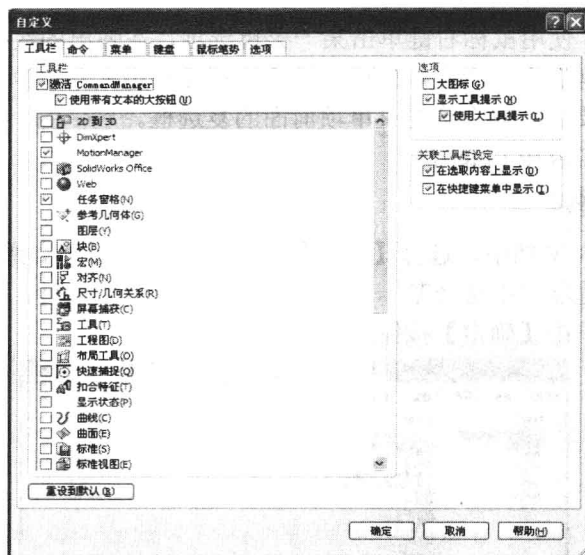

图 1-12 自定义工具栏
(1) 打开零件、工程图或装配体文件。
(2) 选择【工具】→【自定义】命令,或使用鼠标右键单击窗口边框,然后在弹出的快捷菜单中选择【自定义】命令。
(3) 弹出【自定义】对话框,在【工具栏】选项卡中选择想要显示的工具栏或撤选想要隐藏的工具栏,如图 1-12 所示。所作选择将应用到当前激活的 SolidWorks 文件类型中。